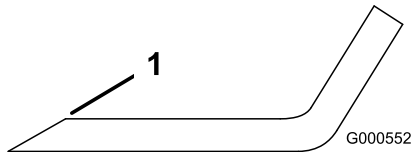

Figura 99
1. Utilice una lima para afilar el filo de corte en ambos extremos de la cuchilla (Figura 99).
**Nota:** Si la cuchilla no está equilibrada, rebaje algo el metal en la parte de la vela solamente con una lima (Figura 99).